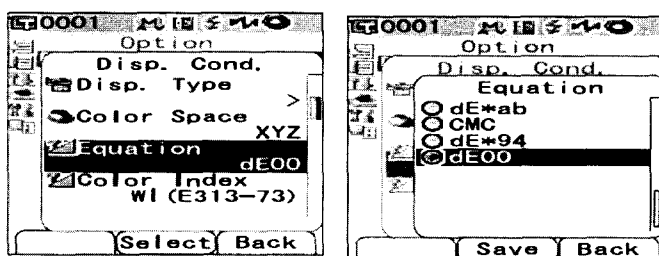

Рисунок 16
- в пункте «Equation» (Формула цветовых различий) выберете формулу цветовых различий «dE00» (рисунок 16).